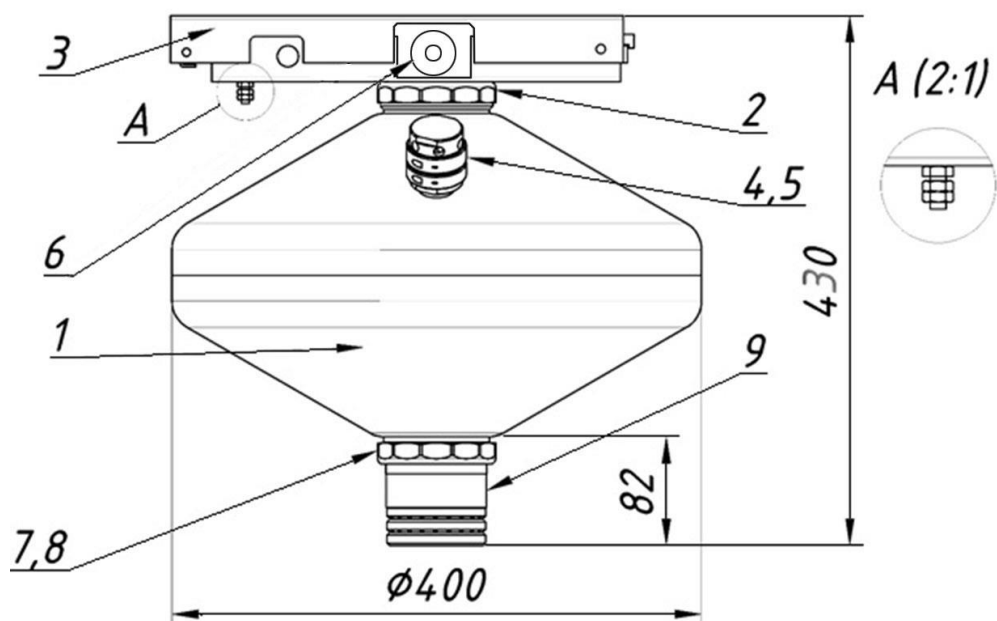

Рис. 1 Общий вид модуля
3.1 Общий вид модуля* « ТРВ - Гарант - 14,5-11 » газогенераторного типа представлен на рис.1.